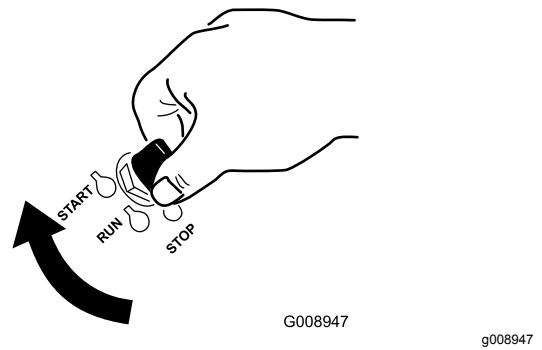

Figura 21
1. Girate la chiave di accensione in posizione di AVVIAMENTO (Figura 21).